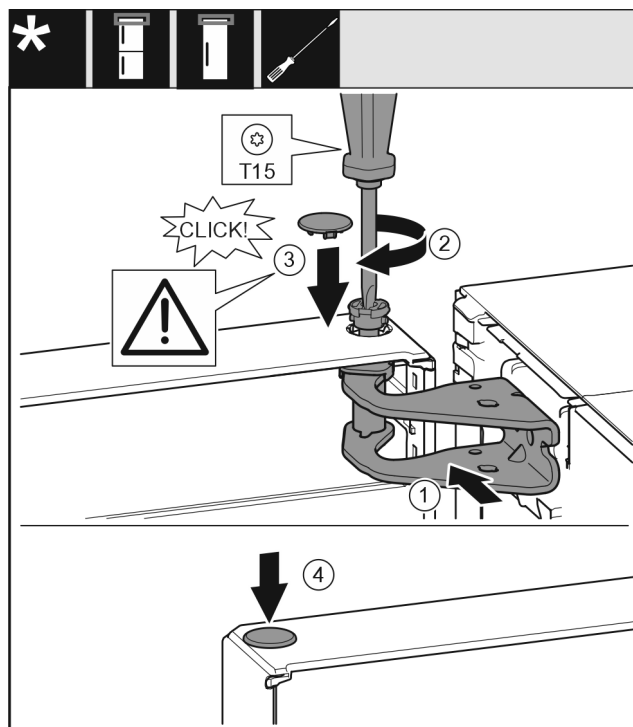

Fig. 21
- Fig. 21 (1)
- Vložte čep Fig. 21 (2) a pevně jej utáhněte šroubovákem.
- K zajištění dveří namontujte bezpečnostní kryt Fig. 21 (3): Bezpečnostní kryt nasad'te a zkontrolujte, zda přiléhá na dveře. V opačném případě čep zcela zasuňte.
- Vložte zátku Fig. 21 (4).